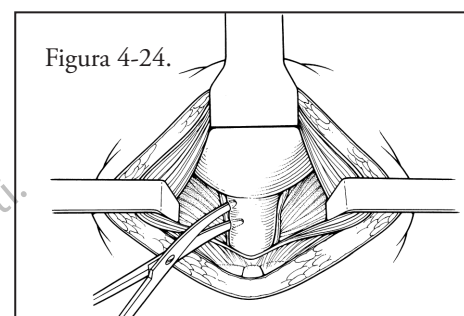

Figura 4-24.
1. Para iniciar la intervención, realice una incisión suprapúbica y corte en torno al cuello de la vejiga. **(Figura 4-24)**